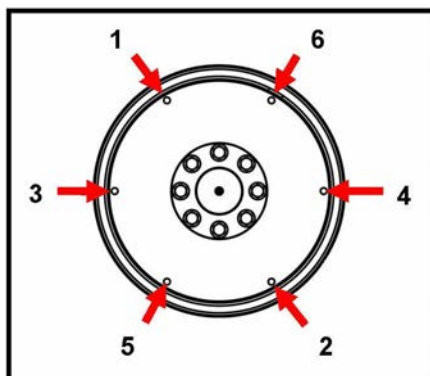

РИС. 15. ПОСЛЕДОВАТЕЛЬНОСТЬ КРЕПЛЕНИЯ
10. Затяните болты крепления диска муфты к маховику, соблюдая последовательность, указанную в Рис. 15 на стр. 29.